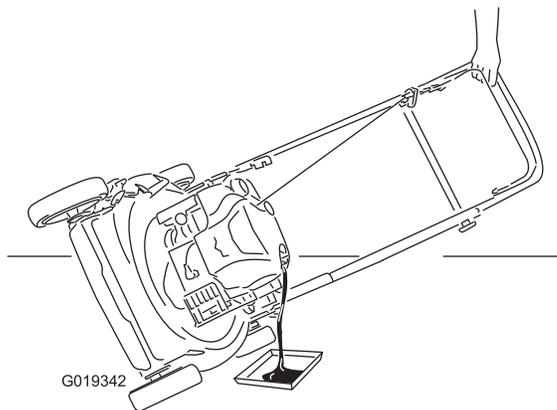

Figure 42
7. Basculez la machine sur le côté, tube de remplissage en bas, pour vidanger l'huile usagée dans le bac de vidange par le tube de remplissage (Figure 42).